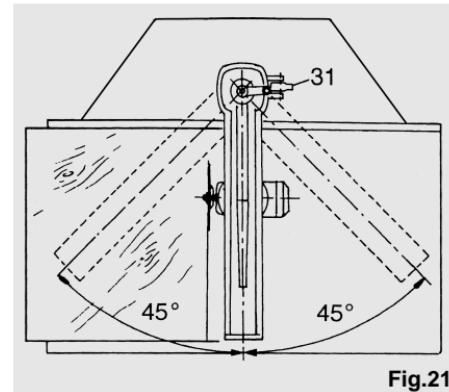

Fig.21
- Positioneer de arm op 0° zoals in de afbeel-ding 21 en zorg dat hij niet kan draaien door de hendel (31) in het betreffende vak te steken.
- Leg een plank tegen de aanslaglineaal, zaag deze over het hele bereik van de wagen en controleer dat de snede loodrecht is (zie de afbeelding 21).